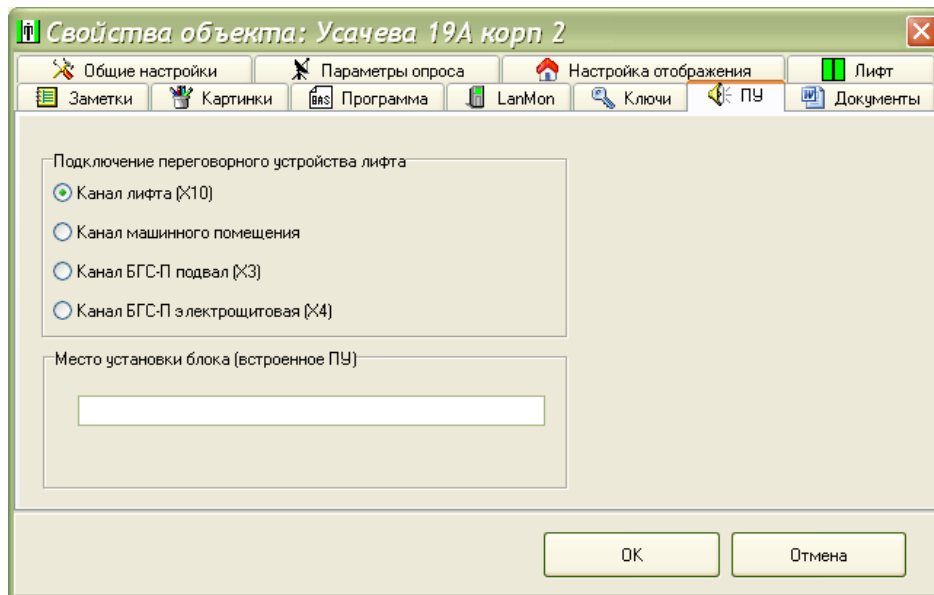

Рисунок 9
9) Для блоков БДК-3М2, БДК-4М2 на вкладке «ПУ» установить признак подключения переговорного устройства кабины лифта к разъему X10 блока (типовое подключение). Если блок установлен не в машинном помещении, то ввести адрес расположения блока (рисунок 9).